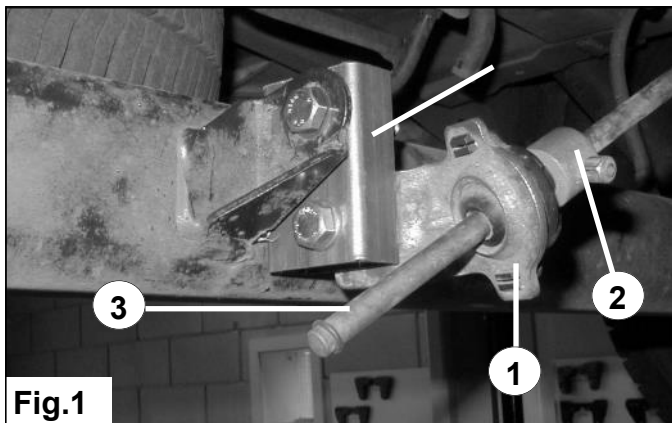

Fig.1
3. Montera det bifogade LSV fästet **A** enligt fig. 1. Använd bifogade muttrar och skruvar.
3. Monte la funda según **A** se indica en la fig. 1, utilizando los pernos y tuercas incluidas en el paquete.